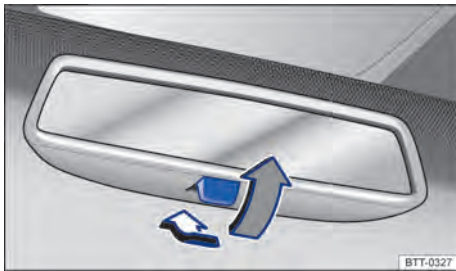

Fig. 108 No para-brisa: espelho retrovisor interno com antiofuscante manual.
- Para evitar o ofuscamento, puxar a alavanca para trás \Rightarrow Fig. 108.